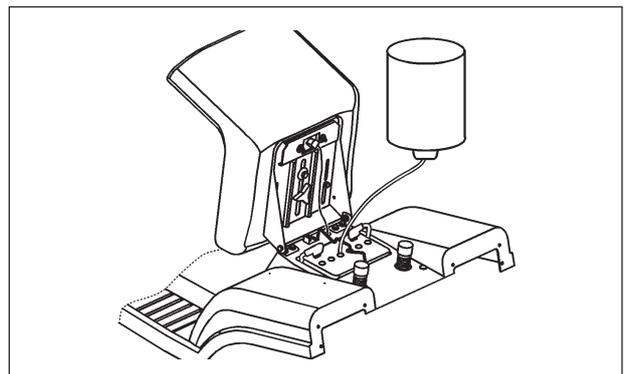

Fig. 8
La batería se encuentra debajo del asiento, es accesible inclinando el asiento hacia arriba (Fig. 8)
4. Coloque la batería y asegúrela con la palanca a resorte (ver la fig. 8).